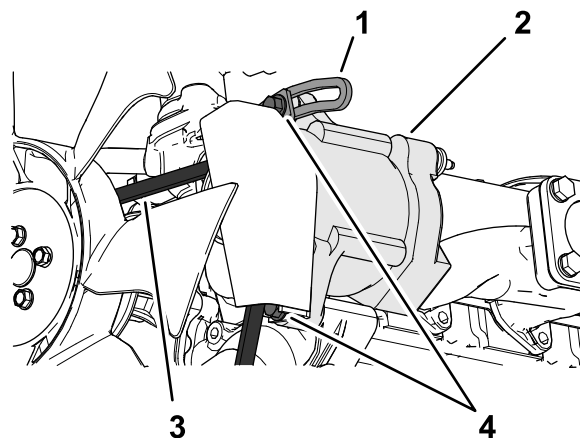

Figura 89
3. Allentate il bullone e il punto di articolazione dell'alternatore; allentate il bullone che fissa l'alternatore all'ancoraggio scanalato (Figura 89).